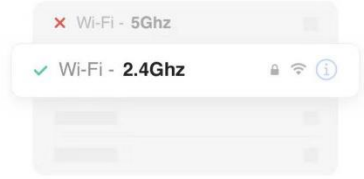

Fig.2
3. Finn «Large Home Appliances» og trykk på ikonet «Air Conditioner (Wi-Fi)». (Fig.2)